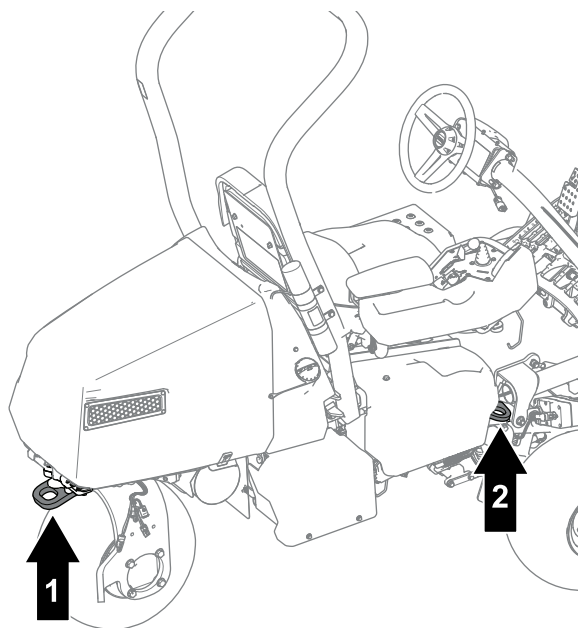

图 32
- 用箍带、链条、缆绳或绳索将机器固定牢靠。前后箍带都应从机器的下方向外伸出图 32。